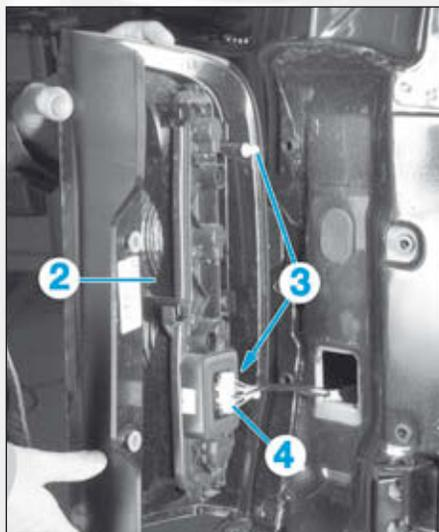

FIG.64
- Dégrafer le feu (2) de ses pions de centrage (3) en le tirant vers l'arrière (Fig.64).
- Débrancher le connecteur (4).
- Déposer le feu (2).